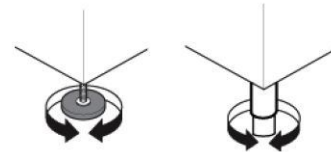

Fig. 5
- 1- Coloque el lavavajillas y el nivel del aparato girando el regulable en altura relativa ajustando los pies. (Fig. 5)